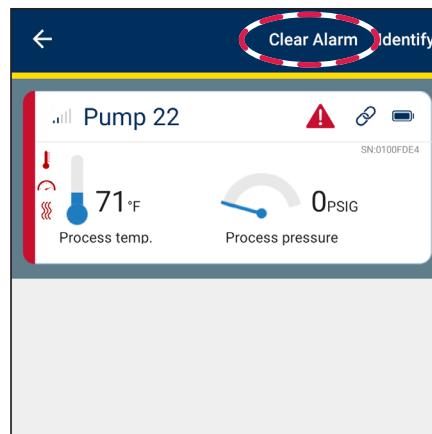

Abbildung 26
- Für **Android**: **drücken und halten Sie den gewünschten Sensor** (siehe Abbildung 26). Die Option „Alarm identifizieren/löschen“ wird eingeblendet.